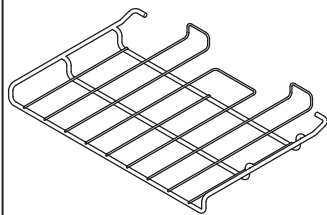

Fig. 2.23
- 2 bandeja telescópica de plena capacidad con rieles (**Fig. 2.23**)